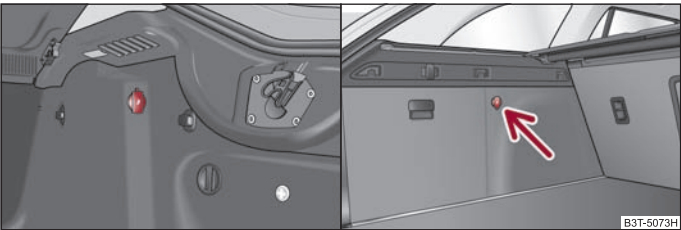

Fig. 102 Maletero: Caja de enchufe / Maletero: Caja de enchufe (Combi)
- Abra la cubierta de la caja de enchufe ⇒ fig. 102.